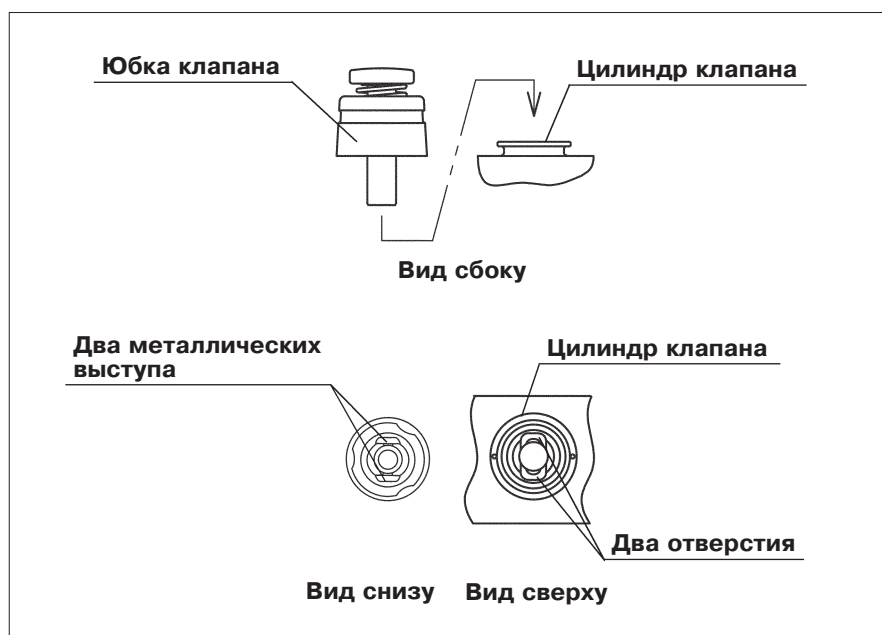

Рис. 3.10
2. Вставьте аспирационный клапан в отверстие цилиндра аспирационного клапана на эндоскопе (см. рис. 3.10 и 3.11). Убедитесь, что клапан полностью соответствует размерам цилиндра, без зазоров и вздутия юбки клапана. Также убедитесь в том, что клапан не вращается по оси.